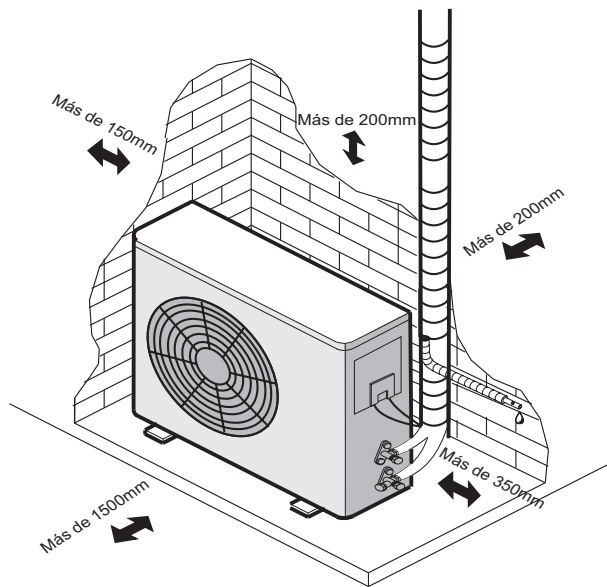

Imagen 4.1
- (1) Utilice la arandela provista en los accesorios para ajustar la máquina en los pernos de base.
- (2) Cuando ajuste la unidad externa con los pernos de base, ajuste los orificios en su posición como en la Imagen 4.1.